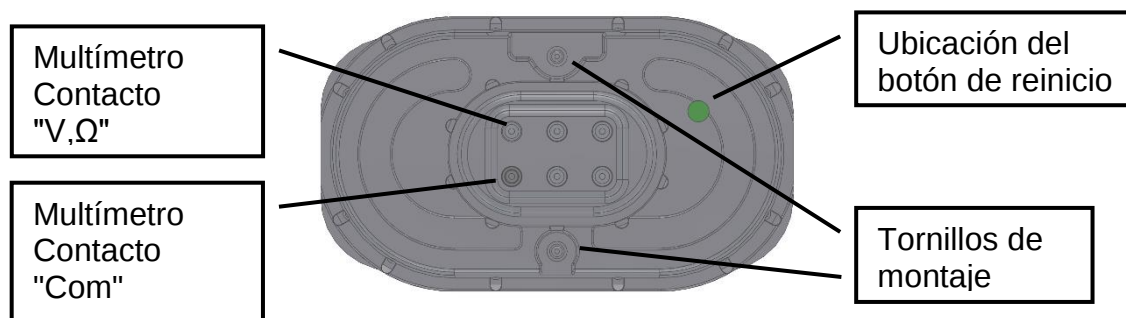
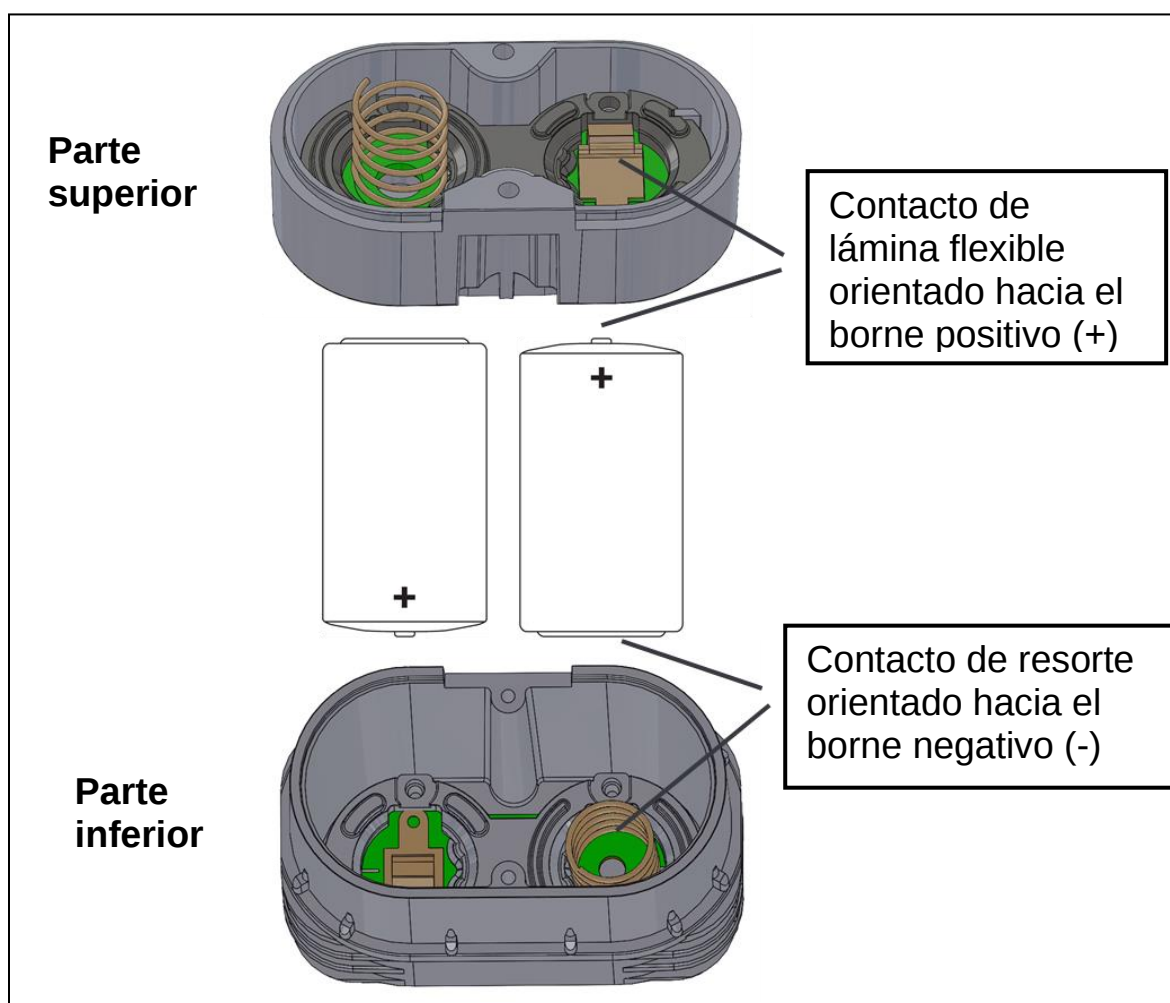

Figura 5-2: Vista inferior del paquete de pilas. Conexión correcta del multímetro.
Figura 5-3: Parte superior e inferior del paquete de pilas
- Colocar ambas pilas en el paquete de pilas, con el contacto de lámina flexible orientado hacia el borne positivo (+) y el contacto de resorte orientado hacia el borne negativo (-), cf. Figura 5-3.
- Pulsar el botón que hay en el paquete, véase Figura 5-2 (el botón se encuentra detrás de un orificio del paquete y se puede acceder a él con la punta de un bolígrafo). Esto indicará al detector de gas que se han colocado pilas nuevas y reiniciará el contador de carga. Adviértase que esta acción del botón solo la reconocerán los detectores de gas con un firmware 3.0 o superior. Contactar con GasSecure si el detector en cuestión contiene un firmware anterior o si no se sabe con certeza cuál es el firmware instalado en el detector.
Medir la tensión del paquete de pilas conectando un multímetro a los terminales como se muestra en Figura 5-2. El voltaje nominal es +7,2 V. Los voltajes inferiores a +7,0 y superiores a +7,8 V no están permitidos. Comprobar la correcta dirección de las celdas de pilas, consultar Figura 5-3, si el voltaje medido está fuera del rango permitido.